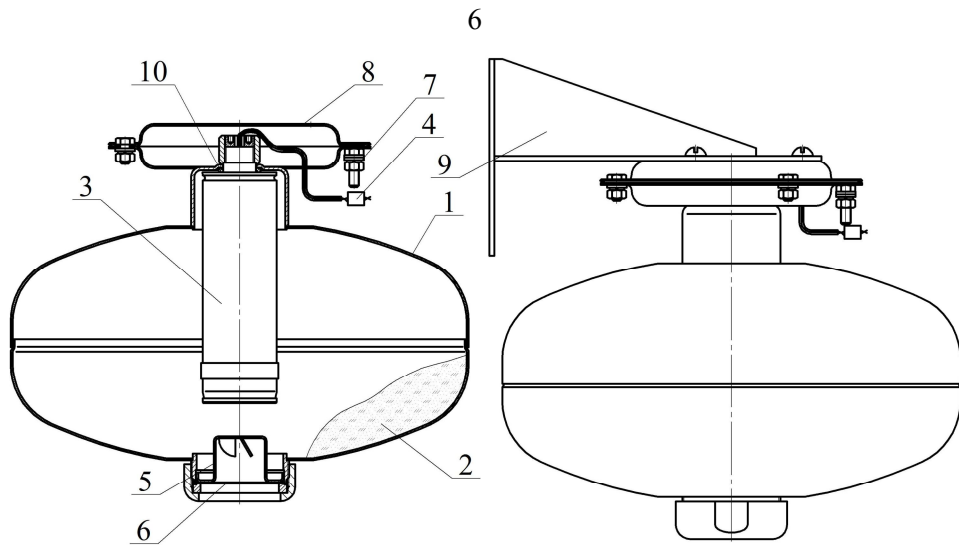

Рисунок 1
кронштейн 9 (см. рисунок 1б) на стене. Координаты отверстий в кронштейне потолочного крепления приведены на рисунке 4а), настенного крепления – на рисунке 4б).
А.5.4.2 Закрепить кронштейн **8** (см. рисунок 1а) на потолке или
4.1.1 МПП (см. рисунки 1 и 2) состоит из корпуса **1**, в котором размещаются огнетушащий порошок (ОП) **2** и источник холодного газа (ИХГ) **3** с элементом электропусковым **4**. В нижней части корпуса находится насадок-распылитель **5**, выходное отверстие которого перекрыто мембраной **6**. Модуль имеет заземляющий зажим **7**. В верхней части МПП снабжён кронштейном **8** для крепления к потолочному перекрытию (рисунок 1) или кронштейном **9** для крепления к стене (рисунок 2).
А.4.4.2 Закрепить кронштейн 8 (см. рисунок 1а) на потолке или кронштейн 9 (см. рисунок 1б) на стене. Координаты отверстий в кронштейне потолочного крепления приведены на рисунке А.2а, настенного крепления – на рисунке А.2б.
6.2 Закрепить кронштейн 8 (см. рисунок 1) на потолке или кронштейн 9 (см. рисунок 2) на стене. Координаты отверстий в кронштейне, предназначенном для крепления МПП на потолке, приведены на рисунке 4а), на стене – на рисунке 4б).